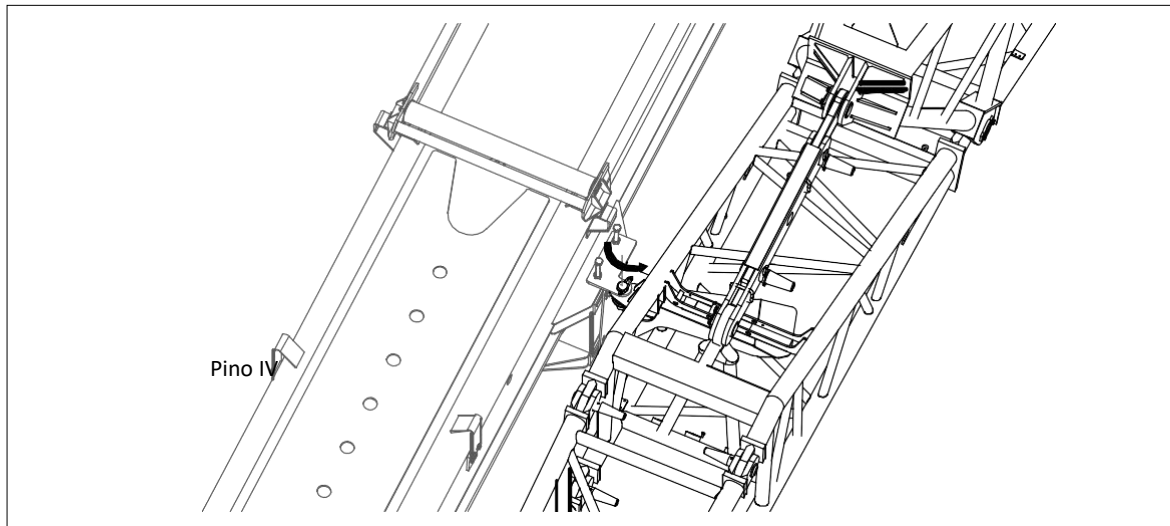

Figura 7-37 Afaste a frente do braço da lança principal
- J. Afaste a frente do braço da lança principal (o braço gira no pino IV). Consulte a figura 7-37.